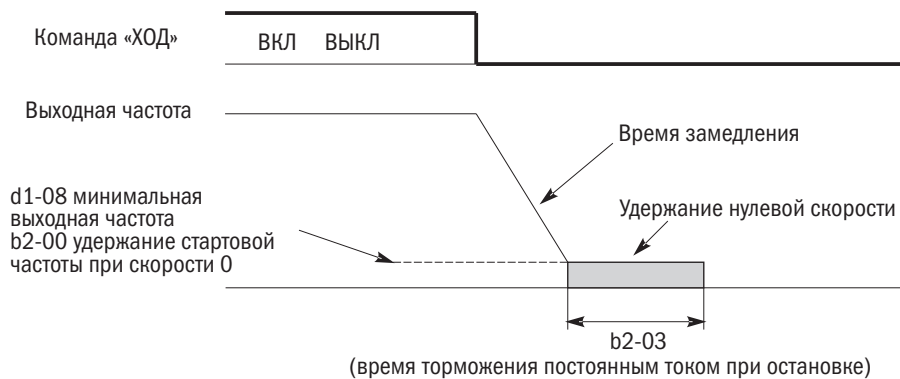

Рисунок 47 – Линейное замедление
- Для векторного регулирования с замкнутым контуром, векторного регулирования фазовой модуляции с замкнутым контуром: когда выходная частота падает ниже уровня b2-00, включается стабилизация нулевой скорости на время, установленное в b2-03. Смотри ниже рисунок 47.